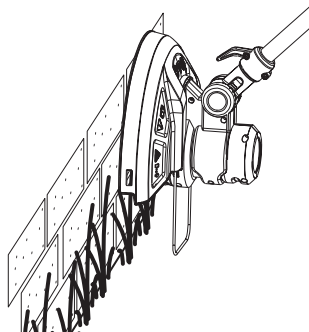

Fig. 20
1. Asegúrese de que el protector de la cuchilla (11d) está retirado y el protector de plantas (13) está listo para su funcionamiento.
2. Fije la rueda bordeadora (16) al soporte bordeador (14a).
3. Ajuste el ángulo del mango principal (1) a 90° o 180° para bordear (Fig. 20)